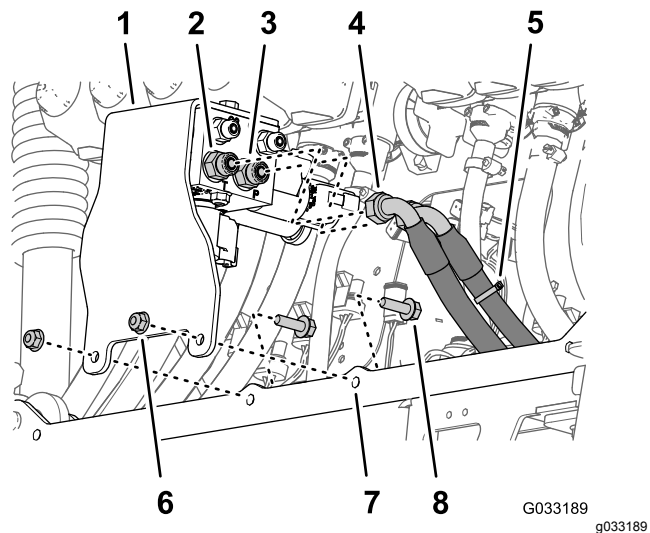

Figura 93
- Alinee los orificios del soporte del distribuidor de elevación de los brazos que retiró en el paso 3 de Retirada del distribuidor de elevación de los brazos de la sección de brazo central (página 32) con el bastidor de cilindro ancho de la nueva sección de brazo central (Figura 93).
- Monte el soporte al soporte del cilindro (Figura 93) con los 2 pernos con arandela prensada (5/16" x 1") y las contratuercas con arandela prensada (5/16") que retiró en el paso 3 de Retirada del distribuidor de elevación de los brazos de la sección de brazo central (página 32).
4. Conecte la manguera de presión hidráulica (marcada con una brida) al orificio P del distribuidor de elevación de los brazos (Figura 93).
5. Conecte la manguera de retorno hidráulico al orificio T del distribuidor de elevación de los brazos (Figura 93).